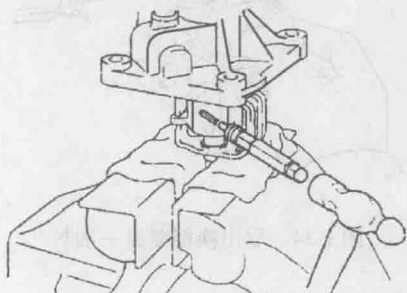

图 1-27 取出弹性圆柱销
27) 如图 1-27 所示, 用取销器和手锤从换档摆杆中取出弹性圆柱销。